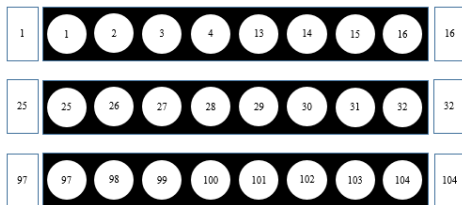

图 4 24 管 RT Primer (八连管式) 示意图
- 试剂盒提供 24 管 RT Primer (八连管式) (见图 4)。RT Primer 为满足样本批量化建库、多样本混合测序而研发, 基于碱基平衡的设计原则, 经过反复实验测试, 挑选了最佳的 4 种 RT Primer 组合方案, 分别为 8、12、16 和 24 个样本组合方案。但 RT Primer 的 barcode 编号不连续。为保证最佳效果, 使用时请详细阅读表 25 的使用规则。